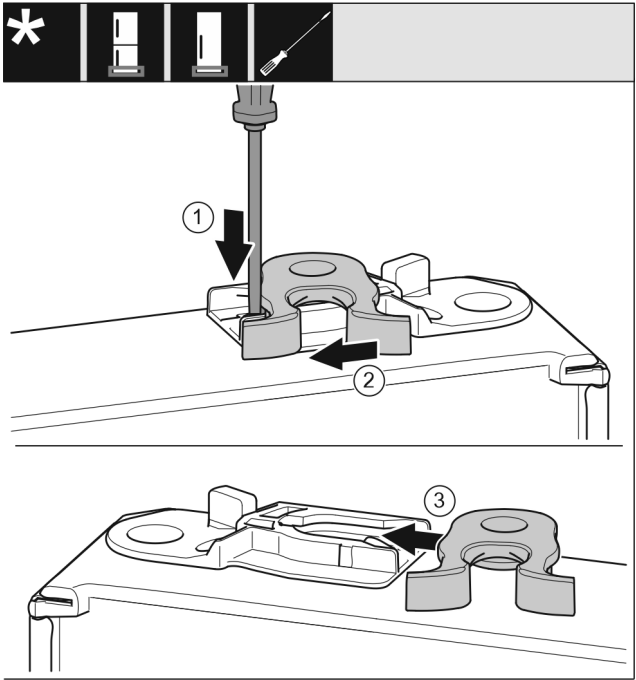

Fig. 21
- ▶ 用带槽螺丝刀向下按住接片 Fig. 21 (1)。
- ▶ 将锁钩 Fig. 21 (2)从导向装置拉出。
- ▶ 将另一侧的锁钩 Fig. 21 (3)推入导向装置。